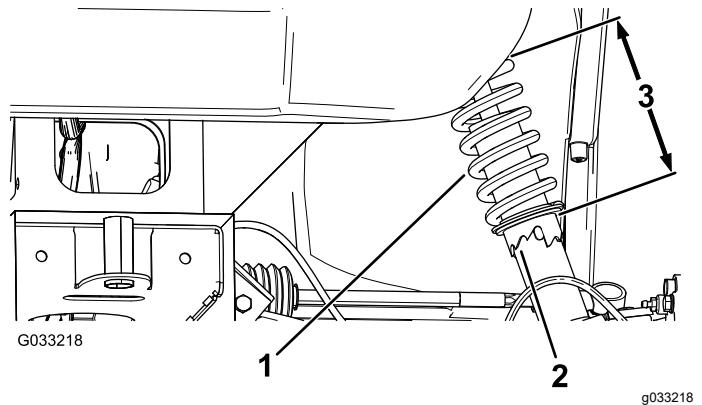

Рисунок 40
- Если развал не отрегулирован, используйте ключ, чтобы повернуть кольцо на амортизаторе для выравнивания колеса (Рисунок 40).